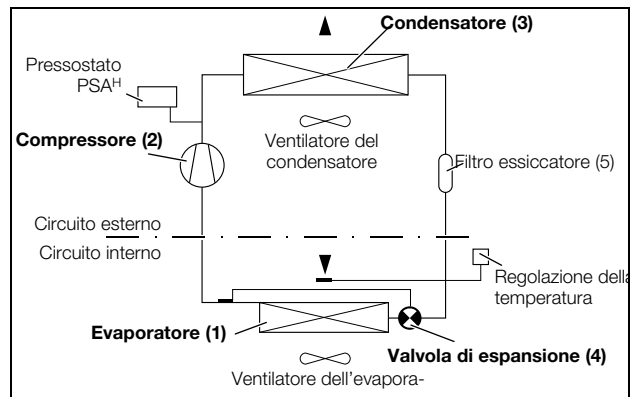

Fig. 2: Circuito frigorifero
Il condizionatore (impianto di raffreddamento a compressore) è costituito da quattro componenti principali (vedere fig. 2): evaporatore (1), compressore per fluido refrigerante (compressore) (2), condensatore (3) e valvola di regolazione e/o di espansione (4), interconnessi dalle relative tubazioni.